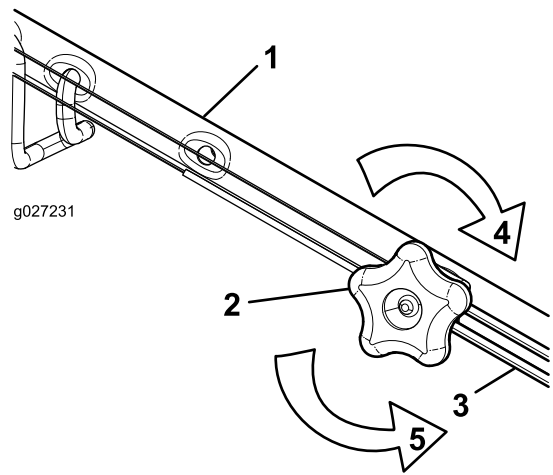

Figura 34
2. Ajuste la tensión del cable (Figura 34) tirando del mismo hacia atrás o empujándolo hacia adelante, y sujételo en esa posición.
1. Gire el pomo de ajuste en sentido antihorario para aflojar el cable (Figura 34).